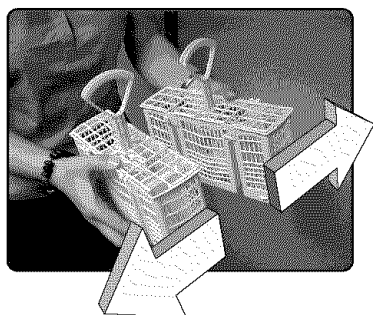

Figure 40/Ilus. 40
2. Pull the two halves apart, as shown in Figure 40.
2. Séparer les deux moitiés, comme à la figure 40.
2. Jale y separe las dos mitades como se ve en la Ilustración 40.